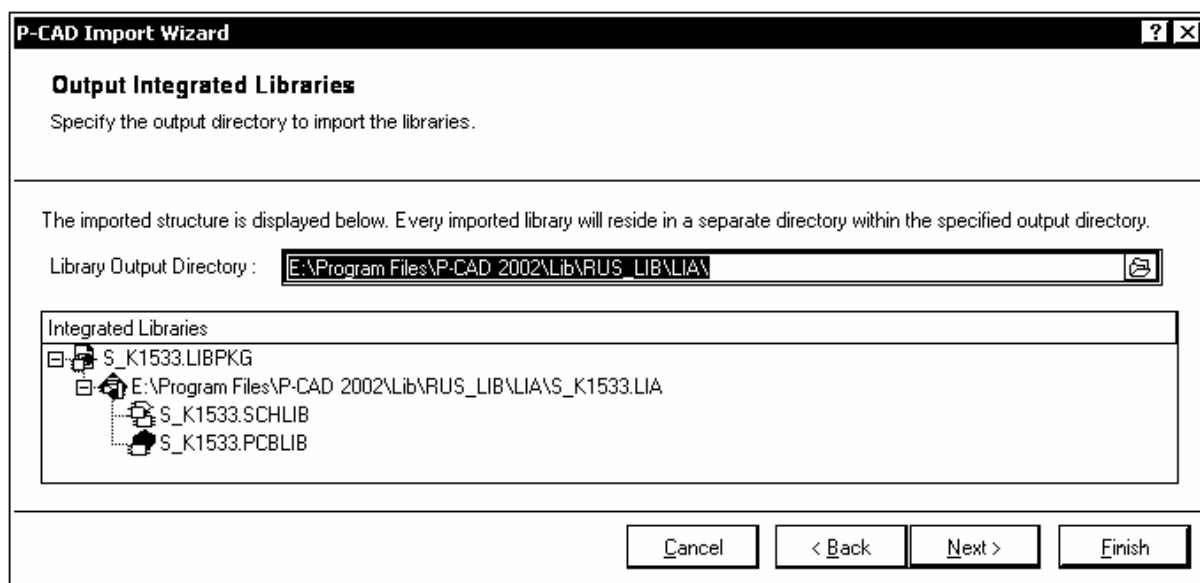

Рис. 3.22
Необходимо выбрать формат имени ТПМ в будущей библиотеке Altium Designer и кнопкой Next перейти далее (рис. 3.22).
3. На следующем шаге в диалоговом окне, рис. 3.22, указан путь и представлена структура конвертированной библиотеки.